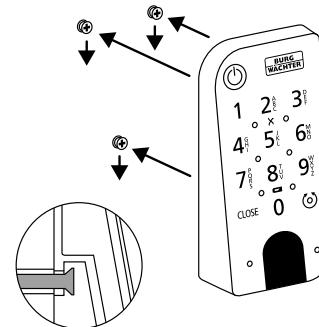

Abb. 4
- ④ Setzen Sie die Tastatur auf die Schraubenköpfe wie in der Abbildung dargestellt (Abb. 4).